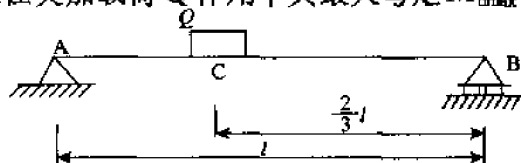

图 11-16
2. 如图 11-16 所示, 梁在突加载荷 Q 作用下其最大弯矩 $M_{d\max} =$ _____。